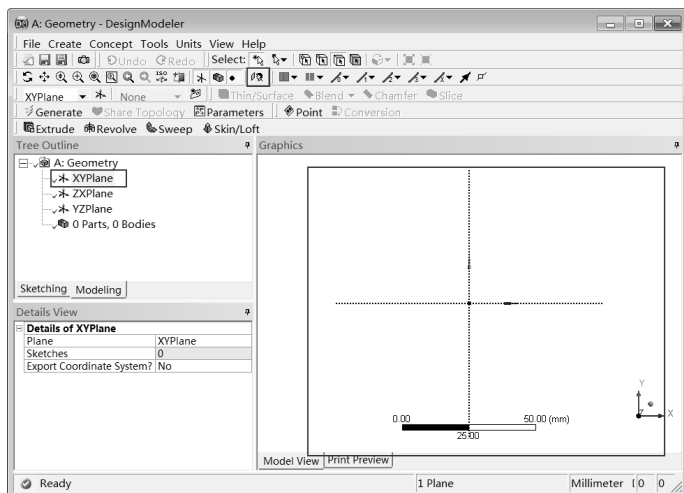

图 10-5 选择草绘平面
Step3: 选择 Tree Outline 中的 XYPlane 选项, 然后在工具栏中单击  按钮, 如图 10-5 所示, 此时 XY 平面自动旋转至与屏幕平行。